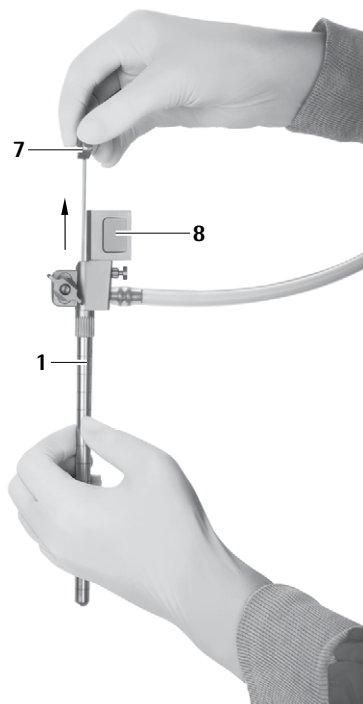

Fig. 9
- Dra ut obturatorn för oval arbetskanal **7** försiktigt ur MINOP InVent-troakaren **1**, se Fig. 9.